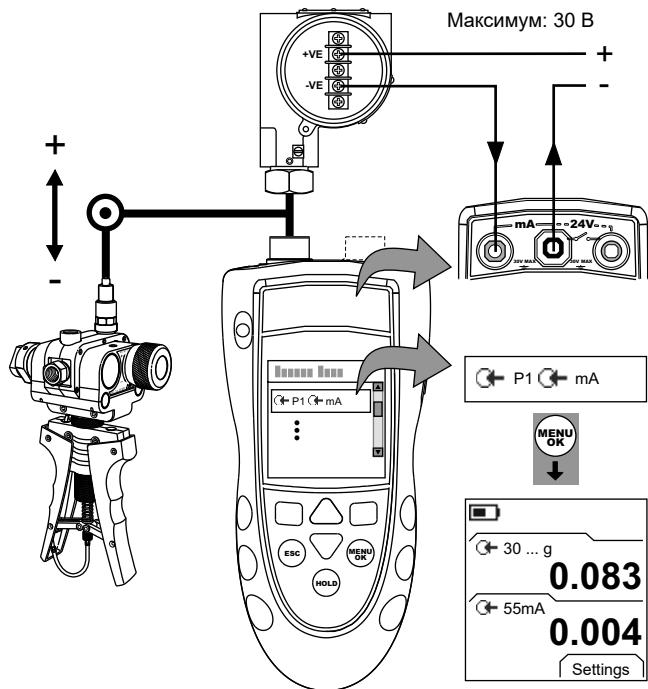

Рисунок 5: Пример конфигурации. Калибровка датчика с внешним контуром питания
- Подключите прибор (Рисунок 5 или 6) и при необходимости отрегулируйте *Set Up* (*Настройка*) (Таблица 1).